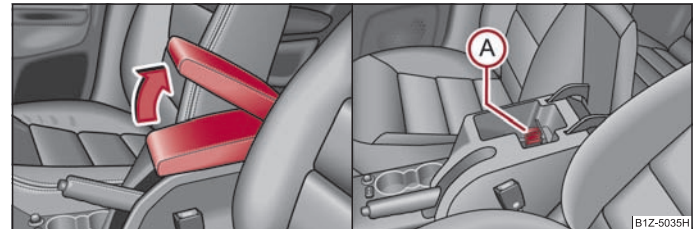

Fig. 97 Cotiera: Torpedoul / Răcirea torpedoului
- Deschideți capacul cotierei în sensul săgeții ⇒ pagina 87, fig. 97 – stânga.